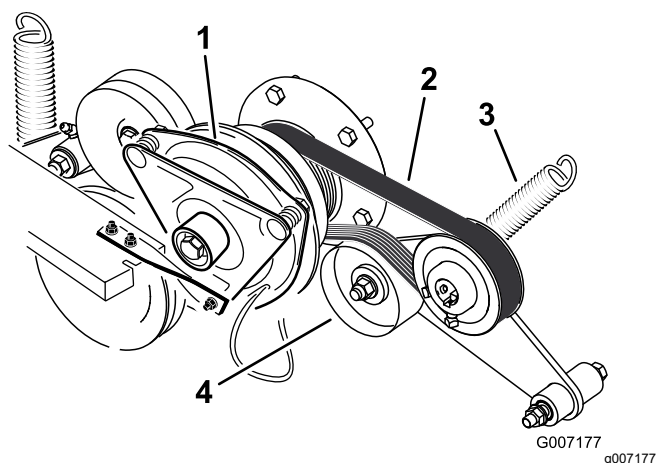

Figura 93
3. Retire a mola do braço do tambor falso (Figura 93).
4. Instale a nova correia em torno do motor e da polia da bomba hidráulica (Figura 93).
6. Instale a mola no braço intermédio (Figura 93).